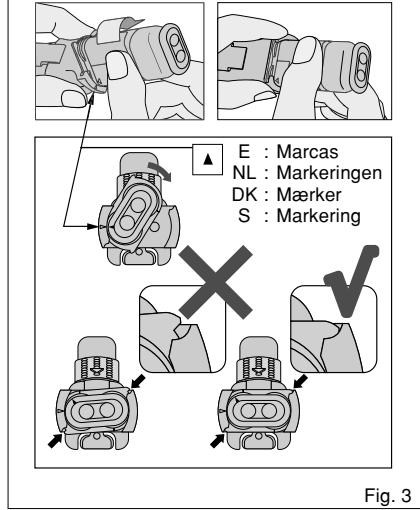

Fig. 3
b. Einlegen der Kartusche in den Paste Pak Dispenser. (Fig. 3)
- Carregar el cartucho dentro del aplicador Paste Pak Dispenser. (Fig. 3)